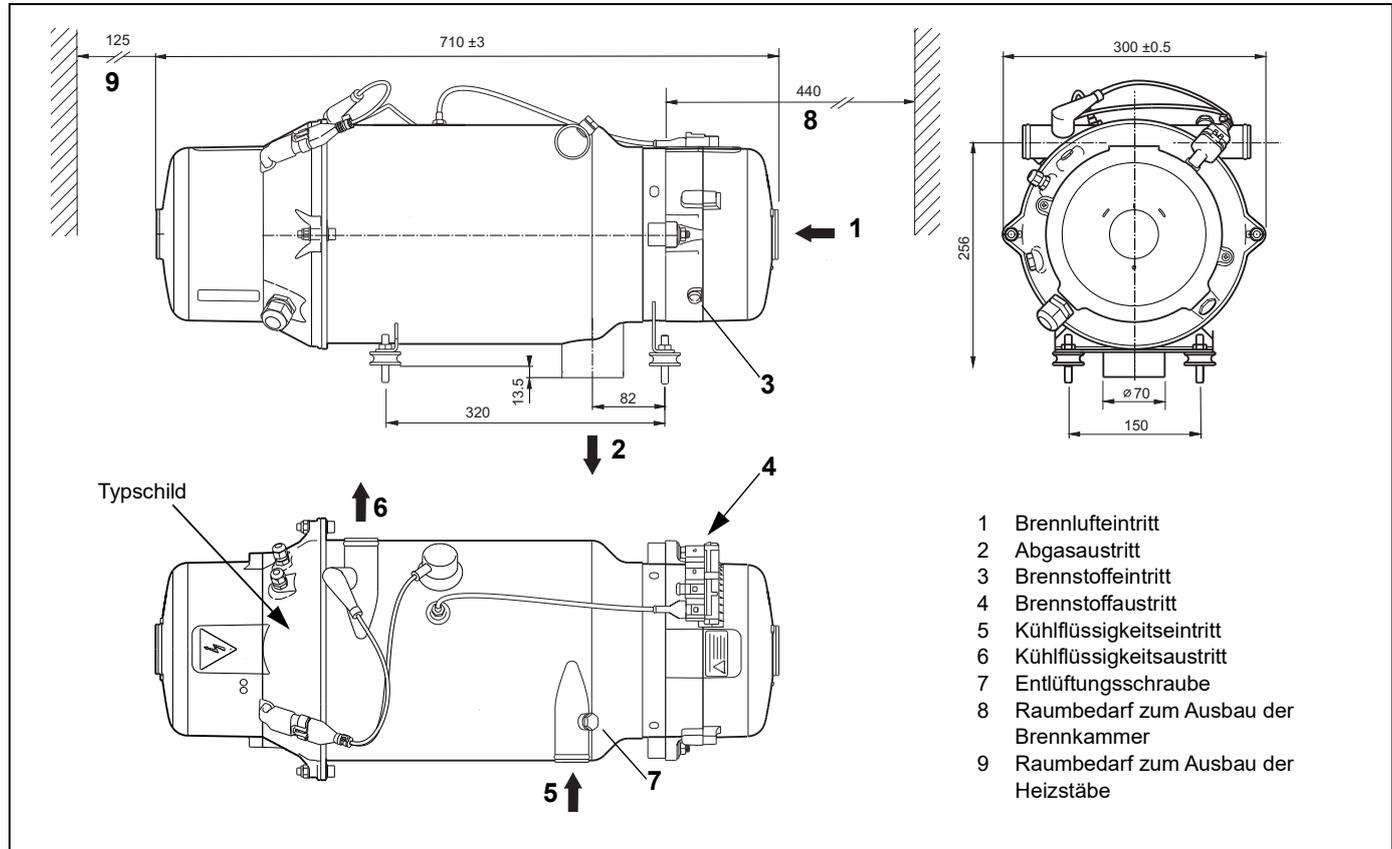

Bild 2: Abmessungen des Heizgerätes Thermo H plus (waagerechter Einbau)
- Beachten Sie den Raumbedarf für die Wartungszugänglichkeit (z.B. Ausbau der Brennkammer) (siehe Bild 2)
Das Heizgerät wird an das Kühlsystem des Fahrzeuges entsprechend Bild 2 und 5 angeschlossen. Die im Kreislauf vorhandene Kühflüssigkeitsmenge muss mindestens 35 Liter betragen. Das Wasser im Heizkreislauf des Heizgerätes muss mindestens 30% eines Marken-Gefrierschutzmittels enthalten.
Zur Entlüftung ist die Entlüftungsschraube Pos. 7, Bild 2 nach dem Auffüllen des Systems und dem Einschalten der Pumpe zu nutzen.